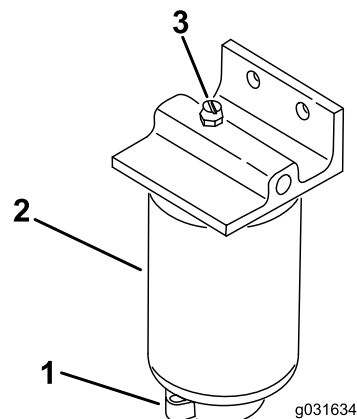

图 51
2. 松开滤清器底部的排油阀图51。
1. 清洁滤清器的安装区域 图 51。